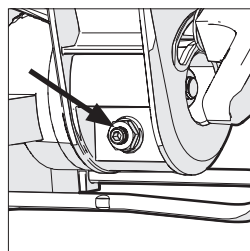

Fig. 9
- Afloje la contratuerca en el tornillo de ajuste del ángulo de bisel con una llave de 10 mm y una llave Allen de 3 mm (no suministrada) (Fig. 9).